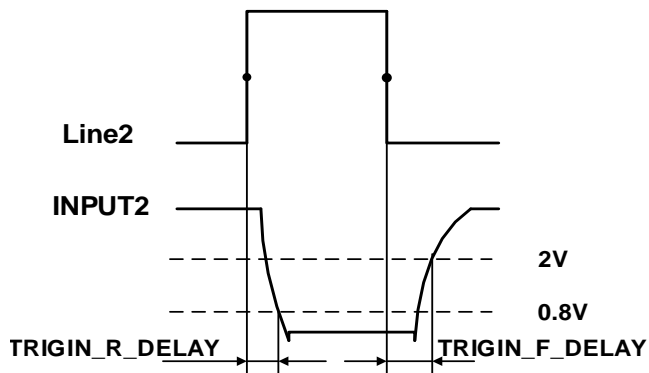

图 7-23 Line2 配置为输入引脚时电路延时参数
- 输入上升沿延时:  $<2\mu\text{s}$  ( $0^\circ\text{C}\sim 45^\circ\text{C}$ )，参数说明见图 7-23
- 输入下降沿延时:  $<2\mu\text{s}$  ( $0^\circ\text{C}\sim 45^\circ\text{C}$ )，参数说明见图 7-23